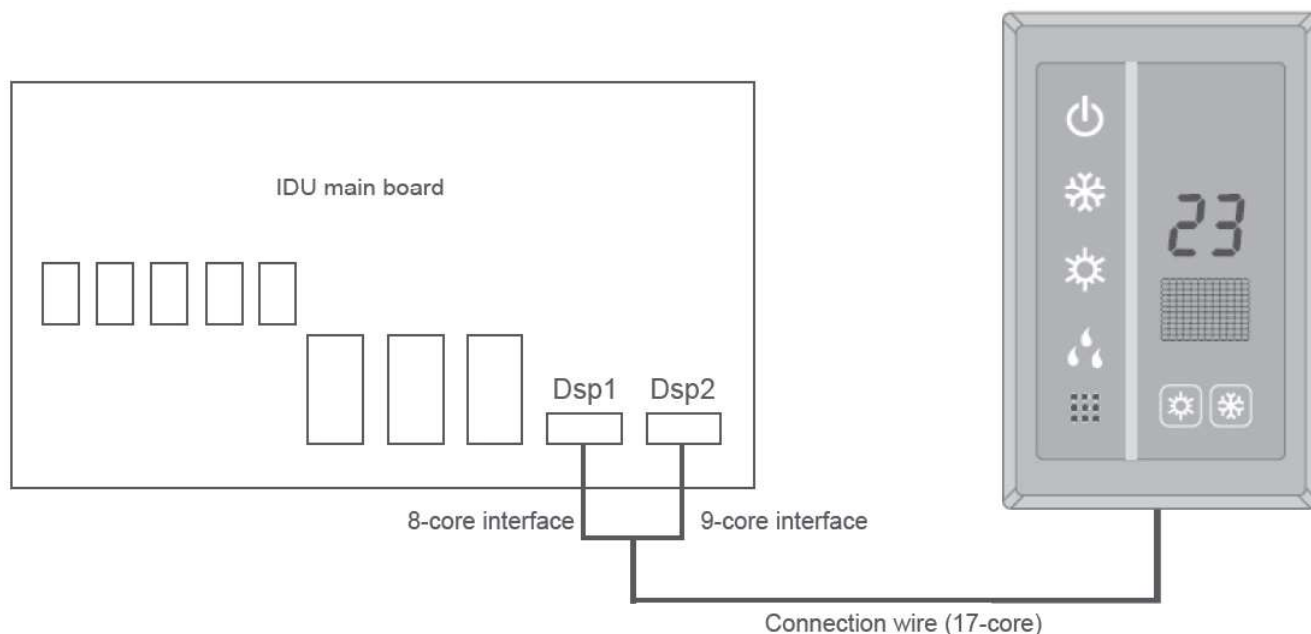

Рис. 8.6
8.3.7. Если необходимо управлять работой канальных внутренних блоков с помощью беспроводного пульта управления, подключите приемник ИК-сигнала JS03 к разъемам Dsp1 и Dsp2 на главной плате внутреннего блока (рис. 8.6.).